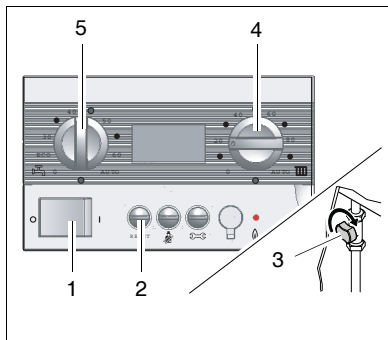

Abb. 3 Druckanzeige, Gashahn
- Vorlauftemperatur am Regler (Abb. 3, Pos. 4) entsprechend Tab. 1 einstellen.
- Warmwassertemperatur bei BK 13 WK bzw. Speichertemperatur bei BK 13 W am Regler (Abb. 3, Pos. 5) entsprechend Tab. 2 einstellen.
- Gashahn öffnen (Abb. 3, Pos. 3).
- Resettaste betätigen (Abb. 3, Pos. 2).